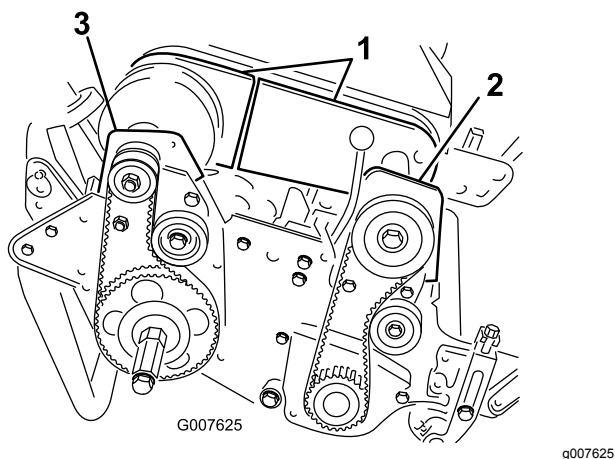

図 48
4. デファレンシャルカバー前半分と後半分のボルトを取り、カバーを外してベルトが見えるようにする 図 48。
6. 前クラッチハウジングをサイドプレートに固定しているボルト 2 本を外す 図 48。
8. 右後ベアリングハウジングをサイドプレートに固定しているボルト 2 本とロックナット 2 個を外す 図 48。